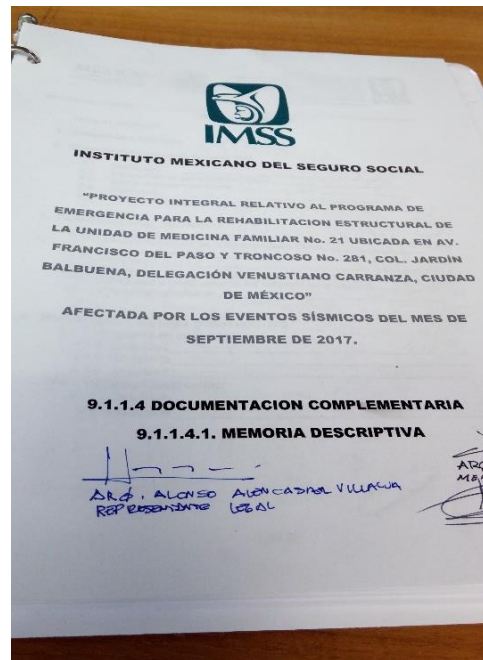

Ilustración 6
- Corregí memorias descriptivas y de cálculo correspondientes al proyecto (ilustración 6). Lo que se corrigió fue: ortografía, gramática, datos respecto a los planos y cálculos de acuerdo al proyecto, después fueron aprobados y firmados.